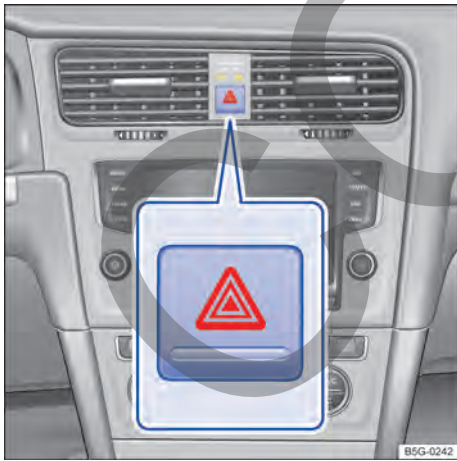

Fig. 52 En la parte superior de la consola central: pulsador de los intermitentes de emergencia.
2. Conecte los intermitentes de emergencia con el pulsador ▲ → fig. 52.